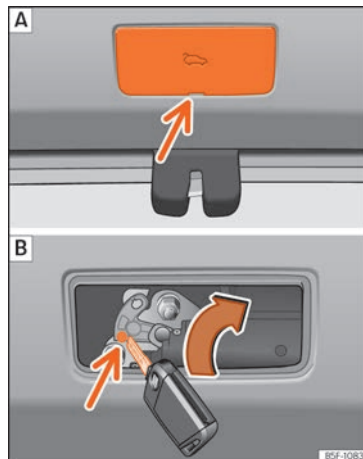

Abb. 107 Ausschnitt Gepäckraum: Notentriegelung (Modell Leon Sportourer ST).
- Einen Schraubendreher in die Nut einsetzen und den Deckel entfernen »» **Abb. 107 A**.
- Führen Sie den Schlüssel in die dazu vorgesehene Öffnung ein und drehen Sie diese in Pfeilrichtung, bis die Sperrklinke »» **Abb. 107 B** ausrastet.